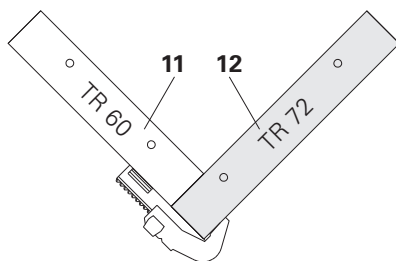

Fig. A8.04
L'élément TR 72 (12) doit être toujours à droite, vu de l'extérieur, et recouvrir l'élément TR 60 (11) en angle. Veiller au montage correct de la pince BFD. (Fig. A8.04)